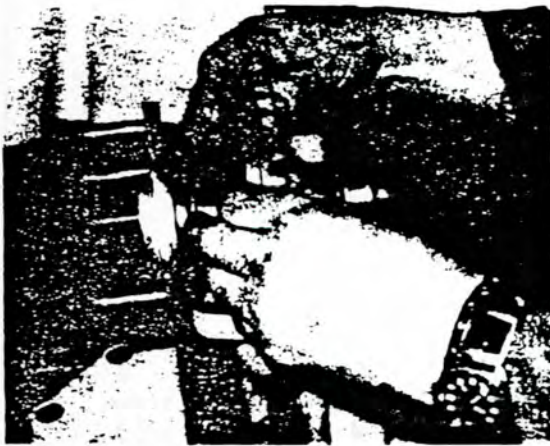

Fig. 4
- Tellerrad vollständig herausnehmen (Fig. 4).
● Withdraw ring gear assembly (Fig. 4).
● Extraire l'ensemble couronne (fig. 4).